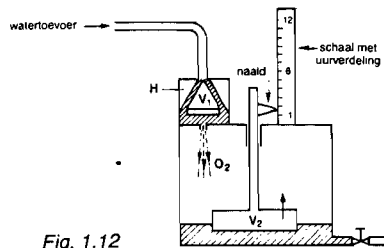

Fig. 1.12
1. Wateruurwerk van Ktesibios. Fig. 1.12